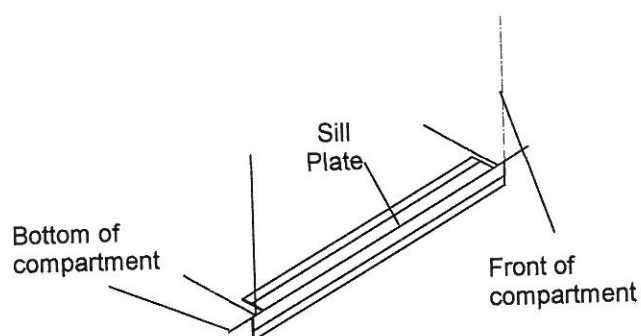

Fig. 3
- a) 室内床の中央にシルプレートを置いてください。ノッチは図 3 で示すように上に向けます。